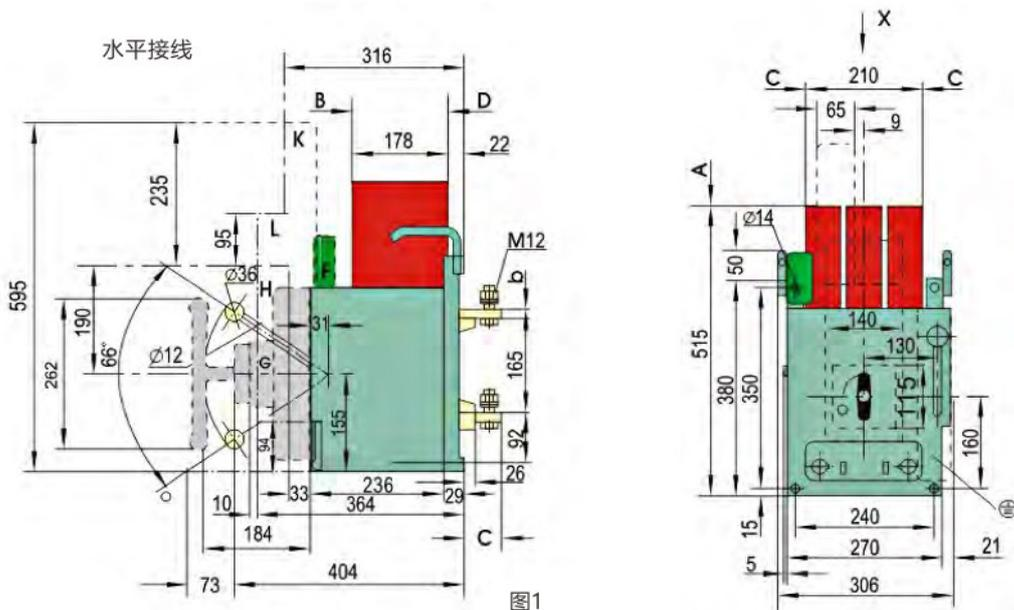

图1
1. STWOW17-630-1900 固定式(见图1、图2、图3)。